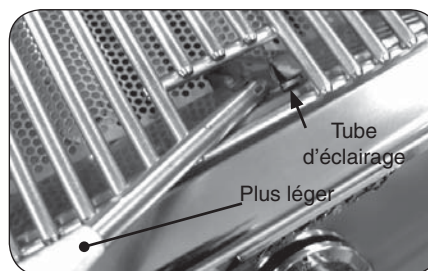

Fig. 14-2 - Éclairage manuel
2. Passez un allumeur brûlant de butane de long-baril ou une allumette brûlante de long-tige dans la grille à cuire s'ouvrant au dessus du tube d'éclairage. (Fig. 14-2). Pour des backburners, tenez la flamme contre le surface du backburner. Pour des brûleurs à charbon de bois, tenez la flamme près du brûleur.
4. Si le brûleur ne s'allume pas, enfoncez immédiatement le bouton et tournez la valve à AU LOIN. ATTENDEZ CINQ (5) MINUTES avant de répéter les étapes 2 à 4 des instructions manuelles d'éclairage.